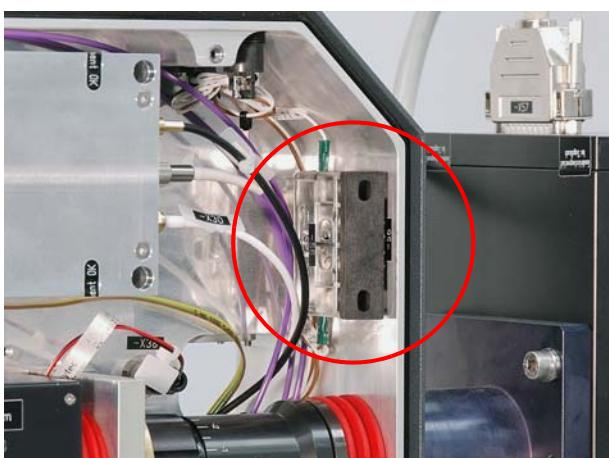

Abbildung 7.104 Interlockschalter überbrückt
19. Interlockschalter (Abbildung 7.104) brücken.